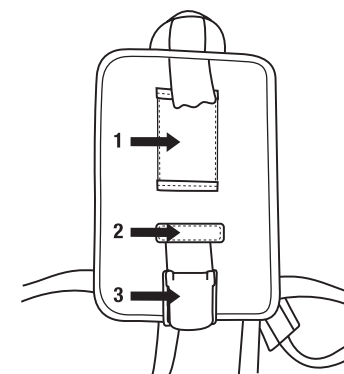

Fig. 10b
1. Avec l'une des extrémités du souffleur à moteur dirigée vers le haut de l'armature dorsale (extrémité avec la poignée de transport), passer la courroie de l'armature dorsale dans la fente de retenue supérieure du souffleur à moteur et dans le grand manchon de retenue (Fig. 10b-1) situé sur l'armature dorsale.
2. Passer la courroie dans la fente de retenue inférieure du souffleur à moteur et dans le petit manchon de retenue (Fig. 10b-2) situé sur l'armature dorsale.
3. Passer la courroie dans la boucle (Fig. 10b-3) et serrer en tirant vers le bas.